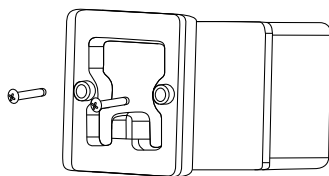

Рис. 16.
3. Пропустите проводку коробки внутри стены через отверстие в задней крышке. Согласно рис. 16, закрепите нижнюю крышку во внутреннем коробе в стене.